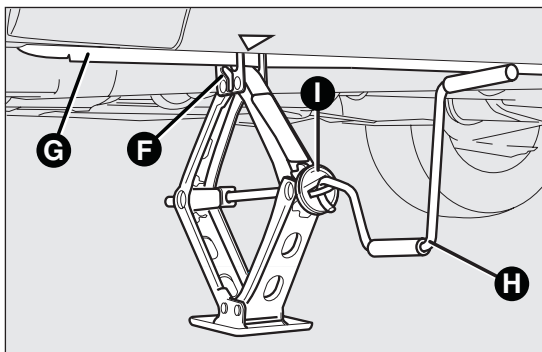

fig. 99
- girare la manovella del cric in modo da aprirlo parzialmente fig. 99;
- assicurarsi che la scanalatura F fig. 99 del cric sia ben calzata sull'aletta G fig. 99 del longherone;
- inserire la manovella H fig. 99 nel dispositivo I fig. 99 del cric e sollevare la vettura, sino a quando la ruota si alza da terra di alcuni centimetri. Girando la manovella, cautelarsi che la rotazione avvenga liberamente senza rischi di escoriazioni alla mano per sfregamento contro il suolo. Anche le parti del cric in movimento (vite ed articolazioni) possono procurare lesioni: evitarne il contatto. Pulirsi accuratamente in caso di imbrattamento con il grasso lubrificante;